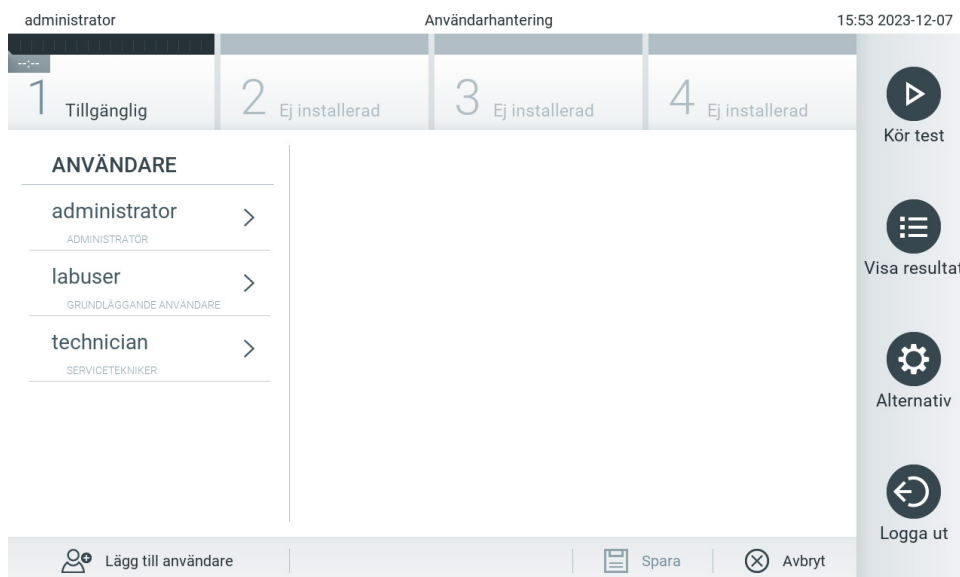

Bild 50. Skärmen User Management (Användarhantering).
1. Tryck på knappen Options (Alternativ) och därefter knappen User Management (Användarhantering) för att konfigurera användare. Skärmen User Management (Användarhantering) visas i skärmens innehållsområde (bild 50).